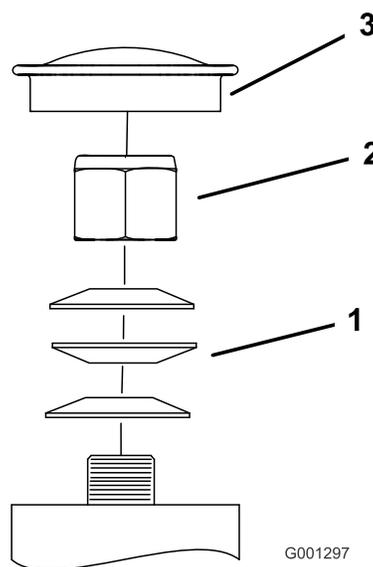

Figura 63
3. Retire el tapón anti-polvo de la rueda giratoria y apriete la contratuerca (Figura 63).
4. Apriete la contratuerca hasta que las arandelas de muelle estén planas, luego afloje 1/4 de vuelta para establecer la pre-carga correcta de los cojinetes (Figura 63).
Importante: Asegúrese de que las arandelas de muelle están correctamente instaladas, según se muestra en Figura 63.
5. Coloque el tapón anti-polvo (Figura 63).